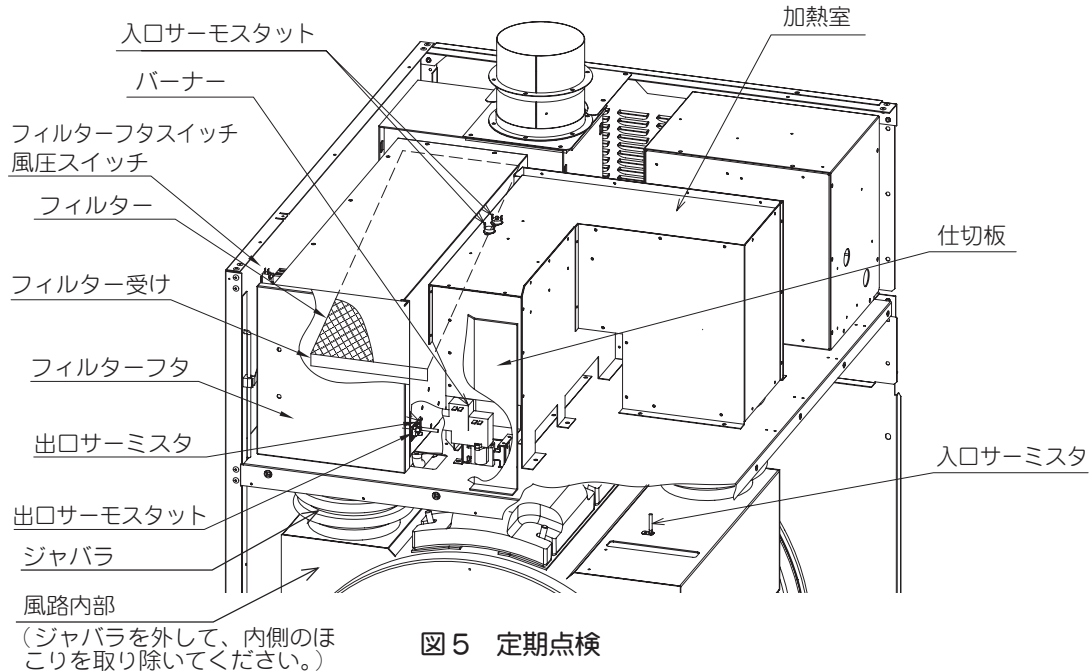

図5 定期点検
- ①必ず電源を切ってください。
- ②前面板（上）、フィルターフタを開け、フィルターを引き出します。（図5）
- ③フィルターに付着しているほこりなどを掃除機などでフィルターを破らないように注意して取り除きます。フィルター受けの周辺にたまったほこりなどもきれいに掃除してください。
- ④フィルターを元どおりに取り付け、フィルターフタ、前面板（上）を閉めます。
- ②前面板（上）、フィルターフタを開けます。
- ③フィルター手前下方に接続されているジャバラ内部に付着しているほこりなどを取り除きます。（ページ33、図5）
- ④フィルターフタ、前面板（上）を閉めます。